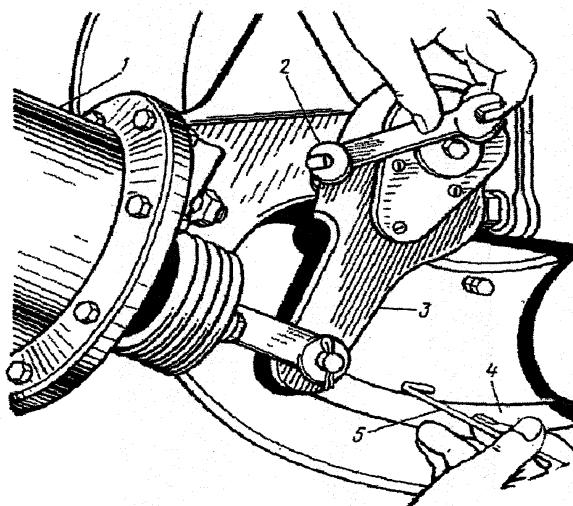

Рис. 39. Проверка и регулировка колесных тормозных механизмов:
42. Отрегулировать зазор между тормозными колодками и барабаном, для чего вращая тормозной барабан 4 (рис. 39). Провернуть червяк 2 регулировочного рычага 3 по часовой стрелке до начала затормаживания барабана колодками.